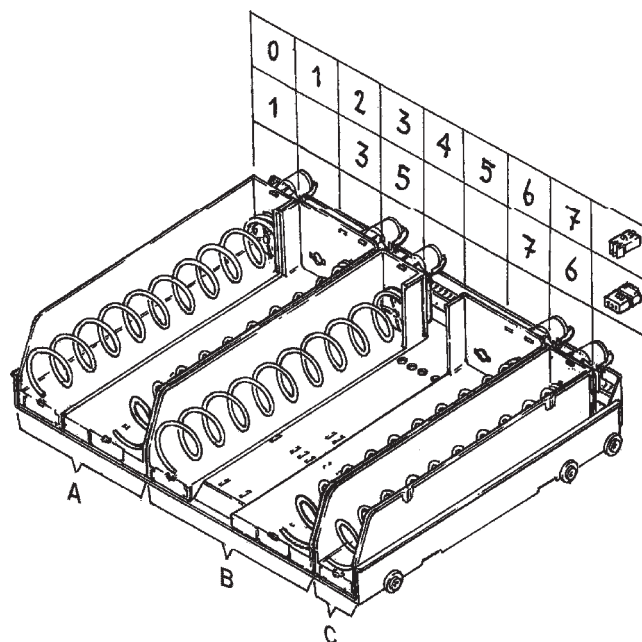

Fig. 20
- collegare i connettori a tre poli ai motori tenendo presente che le coppie di connettori sono vincolate: si possono cioè collegare i connettori contrassegnati con il numero 1 e 3 al cassetto regolabile di sinistra ed i connettori contrassegnati con il numero 5 e 7 al cassetto di destra (vedi esempio in fig. 20);
Se, come nell'esempio di fig. 20, si desidera collegare un cassetto singolo andrà utilizzato il connettore a due vie n° 6: